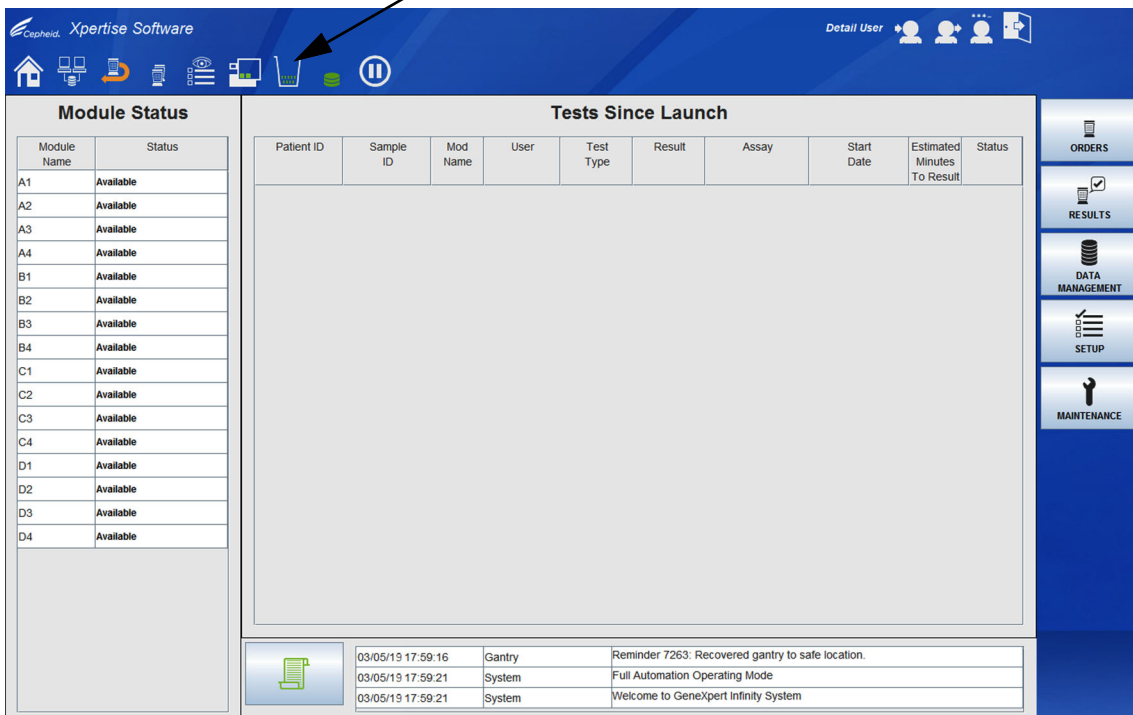
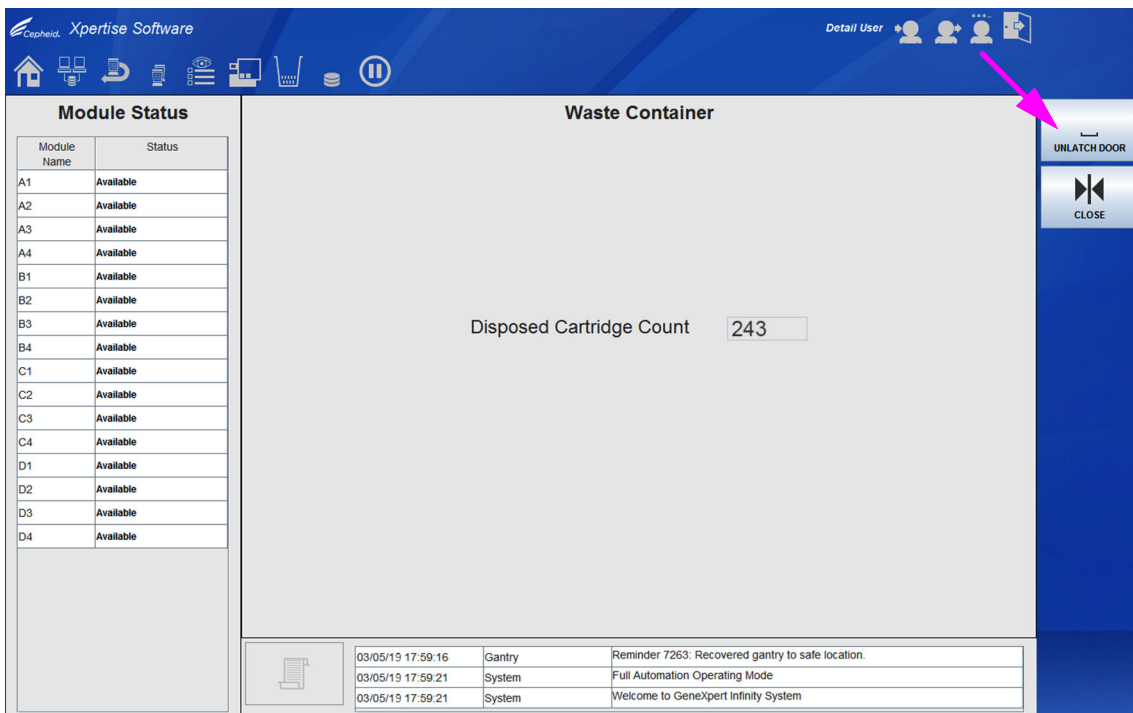
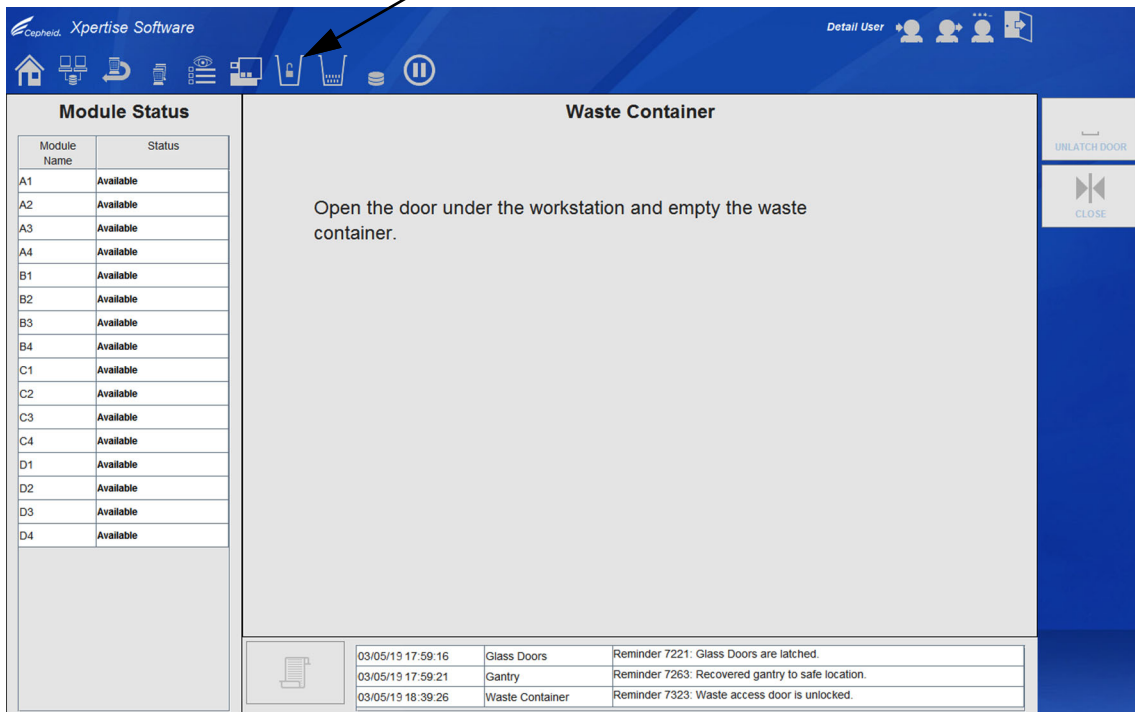

图 9-39. Xpertise 软件主页工作区
图 9-40. 废物容器 (Waste Container) 工作区
图 9-41. 废物容器 (Waste Container) 工作区 – 打开废物容器门
1. 在控制面板中，选择**废物容器**图标（请参见图 9-39）。出现废物容器 (Waste Container) 工作区，显示**已丢弃检测盒计数 (Disposed Cartridge Count)**。请参见图 9-40。
2. 选择**解锁门 (UNLATCH DOOR)**按钮（请参见图 9-40）。会短时显示一个进度条，然后显示第二页废物容器 (Waste Container) 工作区，指示清空废物容器。请参见图 9-41。
系统解锁废物入口门，显示废物入口门工作区（请参见图 9-41）。另外，**废物容器解锁**图标也显示在该工作区的控制面板中。
3. 按照该工作区中提供的指示（请参见图 9-41）打开入口门并清空废物容器。